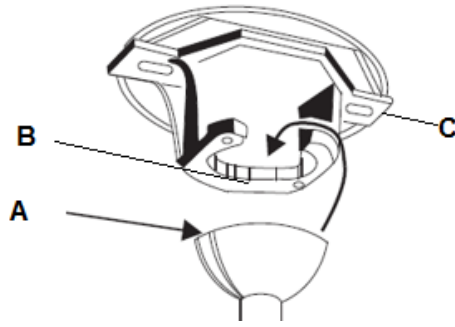

Fig. 4
Levante el conjunto del ventilador sobre el soporte de montaje. Asegúrese de que la ranura de llave (A) de la junta esférica esté posicionada sobre la clavija de llave (B) del soporte de montaje (C) para evitar la rotación del ventilador cuando esté funcionando. (Fig. 4)